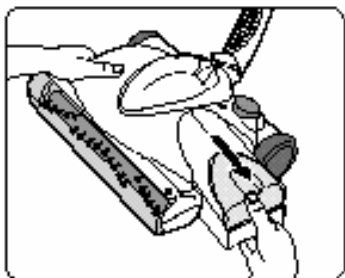

Fig. 6
1. Sortir le vide-poussière en tirant droit vers soi . (Fig.6).